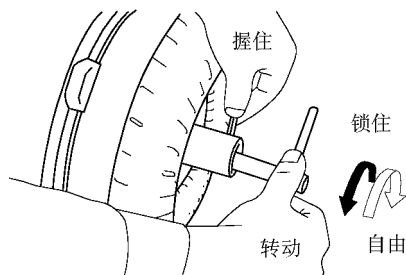

图 11-17 安装调整变矩器
- 3) 在液力变矩器直立的状态下，逆时针转动时，离合器应被锁上，而顺时针方向则能自由平稳地转动，如图 11-17 所示。